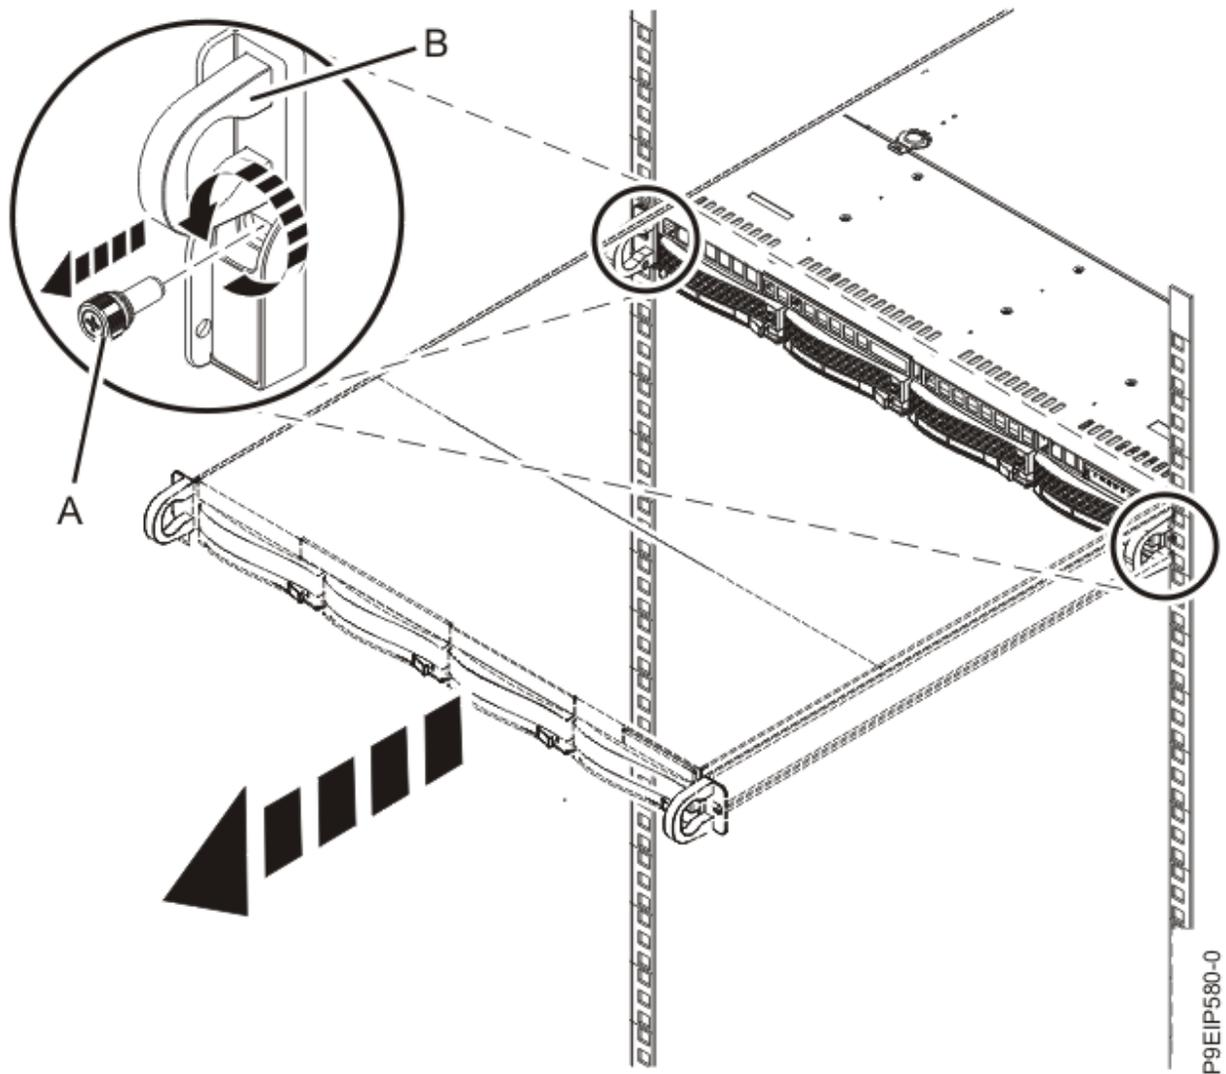

Figura 71. Quitar los tornillos frontales y extraer el sistema del bastidor
2. Quite los tornillos frontales **(A)** que fijan el sistema al bastidor desde ambos lados del sistema, como se muestra en la Figura 71 en la página 95.